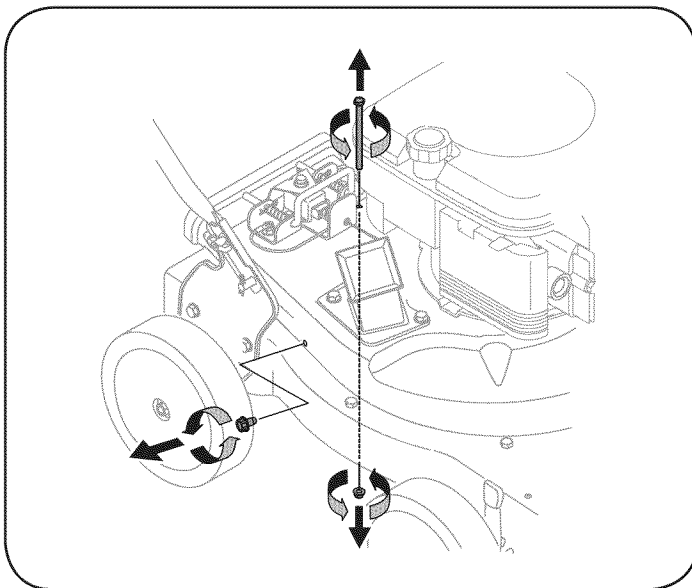

Figura 24
5. Saque el tornillo autosellante del lado derecho de la unidad que se une a la pantalla de desgranado. Vea la Figura 24.
6. Saque el tornillo de cabeza hexagonal de la parte superior de la caja posterior cerca del soporte de montaje, y la tuerca de seguridad de la brida que une la pantalla de desgranado. Vea la Figura 24.